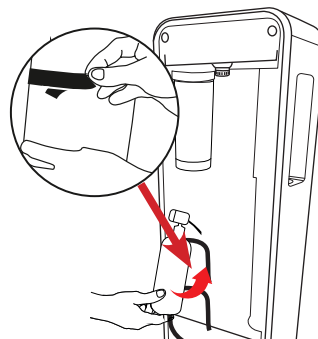

Fig. 7-14
22.5 – Inserire la bombola del gas CO₂ **verticale con la valvola rivolta verso l'alto** assemblata con il riduttore già regolato, nel vano interno dell'apparecchio, vedi Fig. 7-14, infine stringere le fasce in velcro attorno al corpo della bombola.